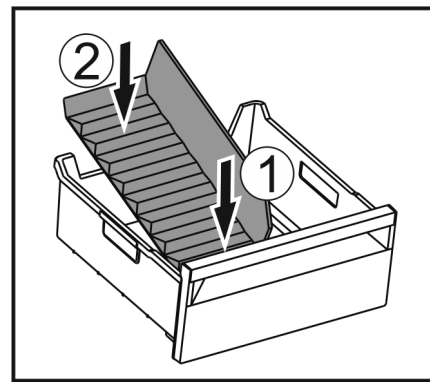

Fig. 250
- ▶ 装入冰格分隔器前部。 Fig. 250 (1)
- ▶ 将冰格分隔器后部放低至抽屉底板。 Fig. 250 (2)